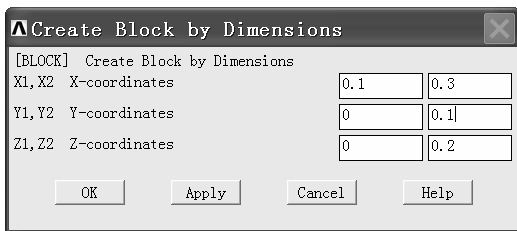
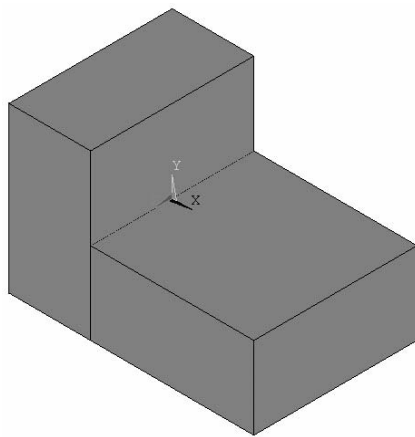

图 2-66 “Create Block by Dimensions”窗口
图 2-67 两个方块
(3) 在再次弹出的“Create Block by Dimensions”窗口中进行如下操作（见图 2-66）：在“X1, X2 X-coordinates”后的两个方框中分别输入“0.1”、“0.3”，在“Y1, Y2 Y-coordinates”后的两个方框中分别输入“0”、“0.1”，在“Z1, Z2 Z-coordinates”后的两个方框中分别输入“0”、“0.2”，单击“OK”按钮，第二个方块生成（见图 2-67）。